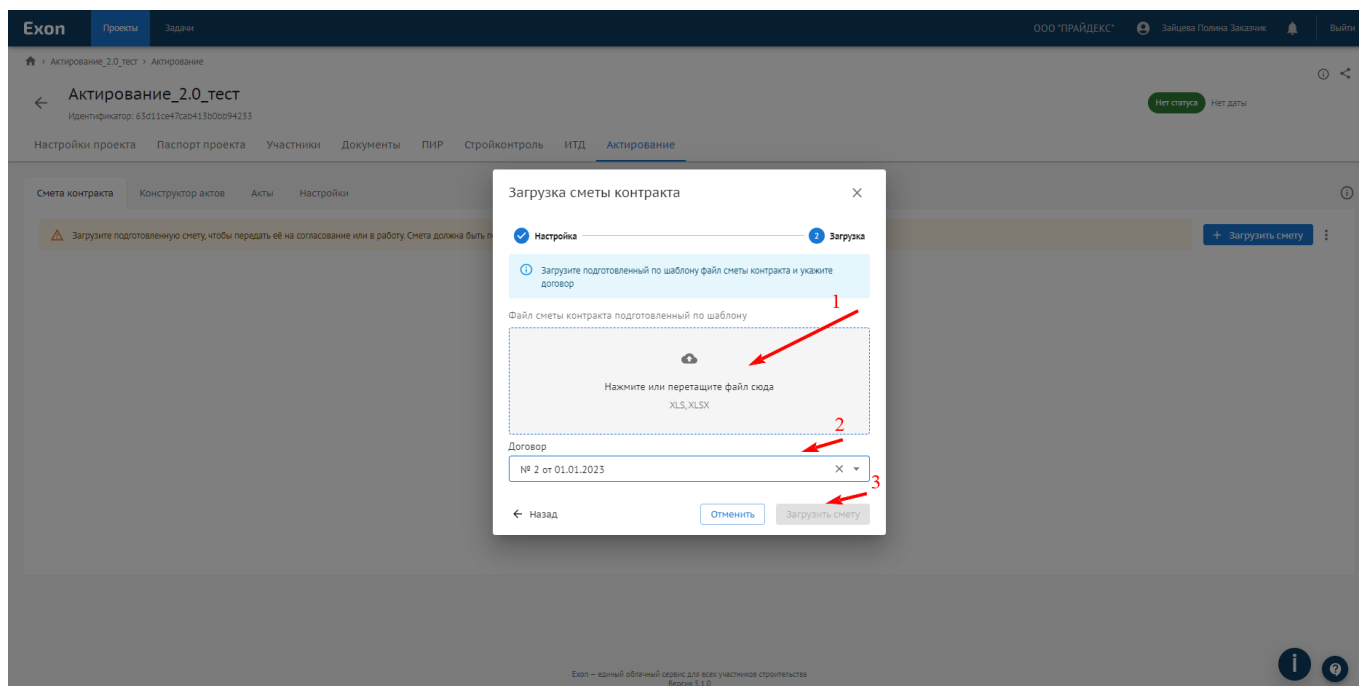

Рис. 18 – Загрузка сметы в систему
9. Теперь нужно загрузить файл в формате .xls, .xlsx (1) и выбирать договор между Заказчиком и Генподрядчиком из выпадающего списка (2), нажать «Загрузить смету» (3) (рис. 18).